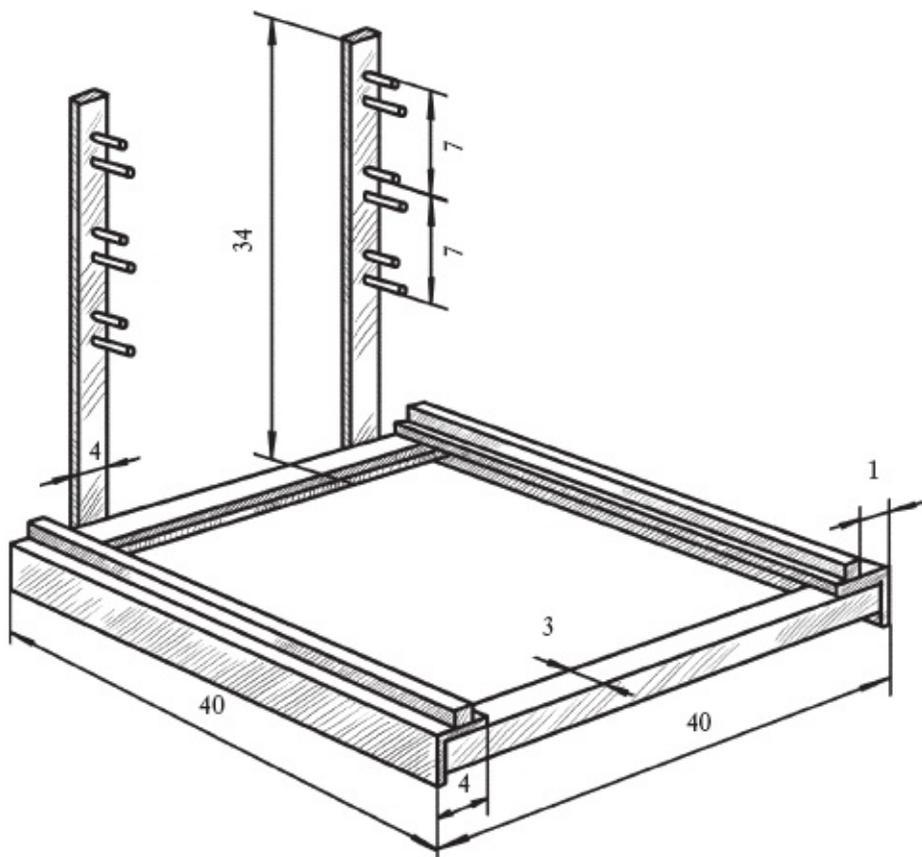

Рис. 36. Рама для решетки гриля
3. Решетка держится на специальной раме (рис. 36), выполненной из стальных уголков и скрепленных между собой винтами М4. Опорами служат 2 детали, вырезанные из полосовой стали и привинченные к тыльной стороне решетки.